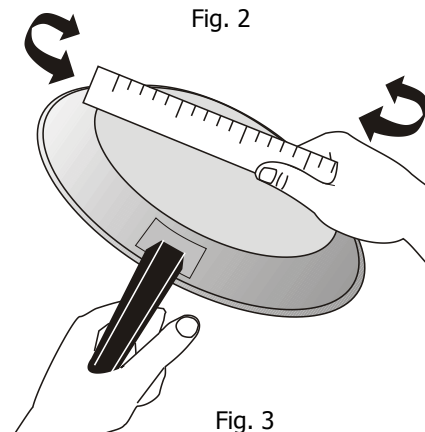

Fig. 3
**Tableau de suggestions de réglages pour les éléments radiants simples et doubles** (reportez-vous à la fig. 3)